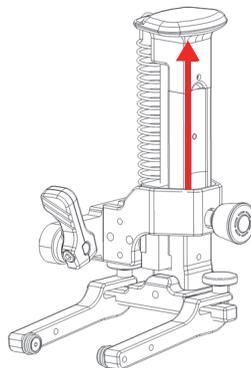

Рис. 3-4 Сдвиг направляющей в положение фиксации
9. Для облегчения установки сканера, поднимите держатели ПЭП, потянув вверх пружинный механизм до фиксированного положения (Рис. 3-4 на стр. 75).